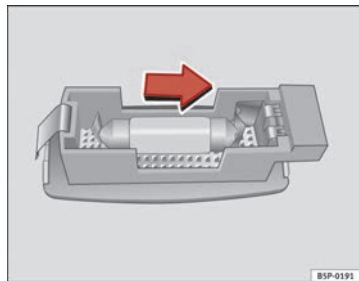

Fig. 196 Desmontaje luz del parasol
- Retire la luz con cuidado, utilizando el destornillador por su parte plana, tal como indica la figura ⇒ fig. 196.
- Retire la lámpara, moviéndola en el sentido de la flecha y hacia afuera ⇒ fig. 196.